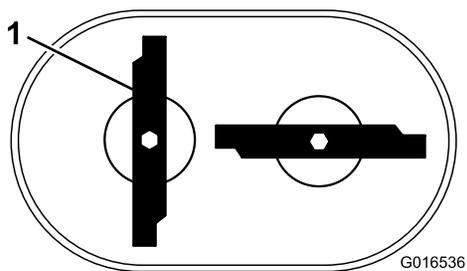

Figure 6
- Vérifiez sous le tablier que les lames sont correctement alignées. Les deux lames forment un « T » de côté comme montré à la Figure 6.